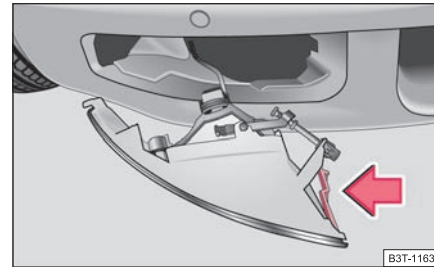

Fig. 237 Demontarea proiectoarelor de ceață din față
- Introduceți mâna în deschizătura în care se afla grilajul și apăsați dispozitivul de prindere cu arc ⇒ fig. 237.